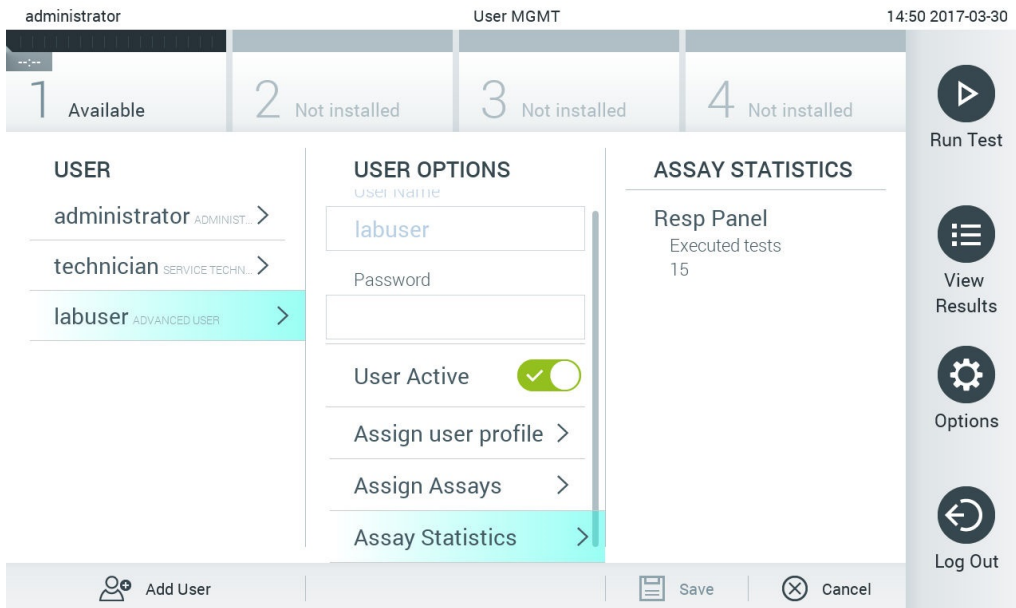

图 63. 查看检测统计数据。
**Assay Statistics (检测统计数据)**：显示所选用户运行的检测的次数（图 63）。